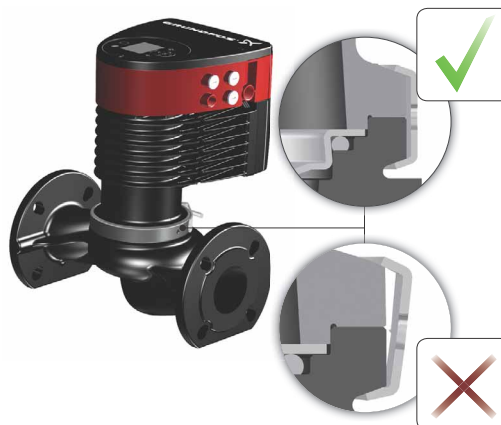

Рис. 13 Закрепление головной части насоса на корпусе насоса
3. Убедиться в том, что поверхность корпуса насоса и поверхность головки соприкасаются, затем затянуть скобу. См. рис. 13.
Перед затяжкой стяжной скобы необходимо проверить её положение. Неправильное положение стяжной скобы приведёт к утечкам в насосе и повреждению гидравлических деталей его головной части. См. рис. 13.
В качестве альтернативы теплоизоляционным кожухам корпус насоса и трубопроводы можно изолировать, как показано на рис. 13.